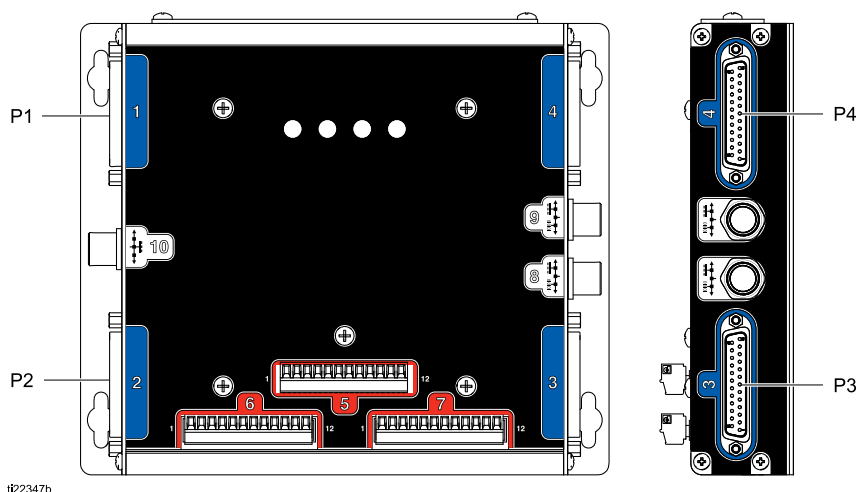

Figure 9 Точки соединения улучшенного модуля регулирования подачи жидкости
Проследите, чтобы кабель на 48 В был изолирован от низковольтного провода. Для всех проводов на 48 В пост. тока следует использовать правый канал прокладки проводов (X), имеющийся внутри электрического блока управления. Используйте изолирующую вставку (Y), отмеченную на Рис. 9, чтобы проложить провода для комплекта расширения насоса.